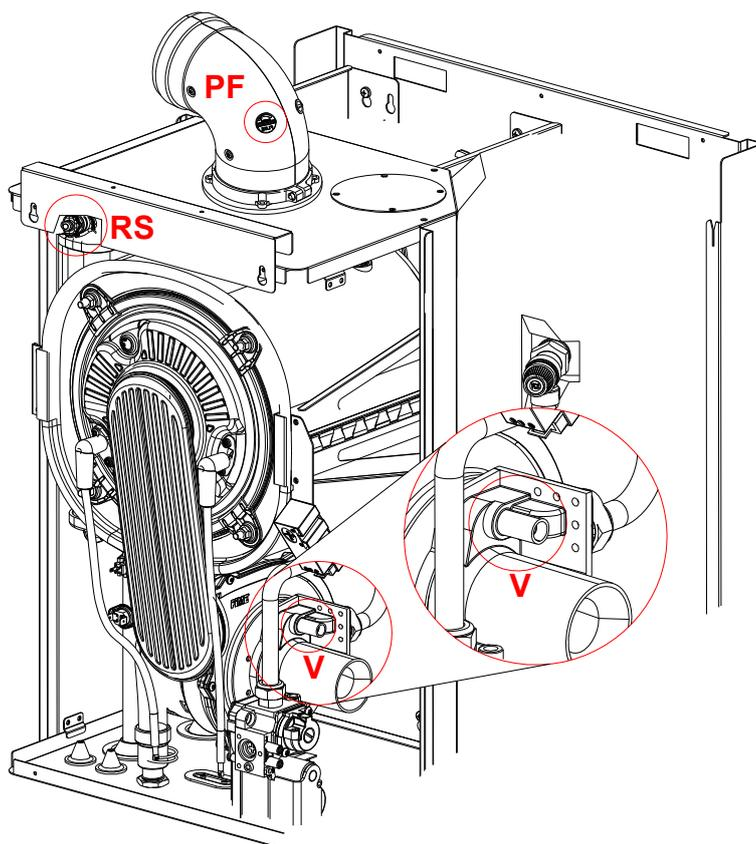

Fig. 1
- Svitare il tappo ed inserire l'analizzatore nell'apposita presa fumi **PF** (fig. 1) per verificare che il valore di CO2 sia conforme a quanto riportato in tabella 1;
- se il valore letto non fosse conforme agire con una chiave brugola da 4 mm sulla vite **V** (fig.1) del venturi, in senso orario per diminuire e antiorario per aumentare il valore.